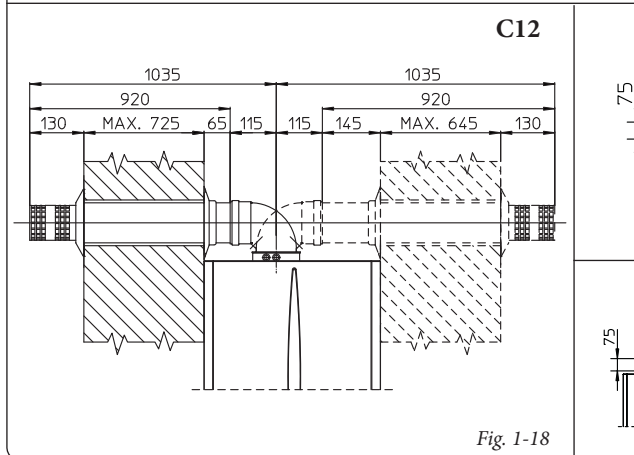

Fig. 1-18
- Applicazione con uscita laterale (Fig. 1-18); Utilizzando il solo kit orizzontale aspirazione-scarico, senza le apposite prolunghe, permette l'attraversamento di una parete di spessore 725 mm con l'uscita laterale sinistra e 645 con l'uscita laterale destra.